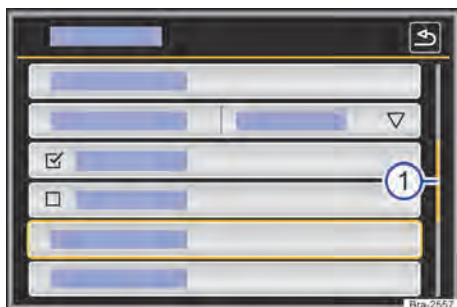

Fig. 122 Representación esquemática: entradas de la lista en el menú de configuraciones.
Se puede acceder a las entradas de la lista mediante un toque directo en el display o por medio de la tecla de regulación → fig. 122 (4).
Si en una vista de lista hay más registros seleccionables de los que se puede ver, se muestran botones de función para desplazar o una barra de desplazamiento a la derecha en la imagen → fig. 122 (1).